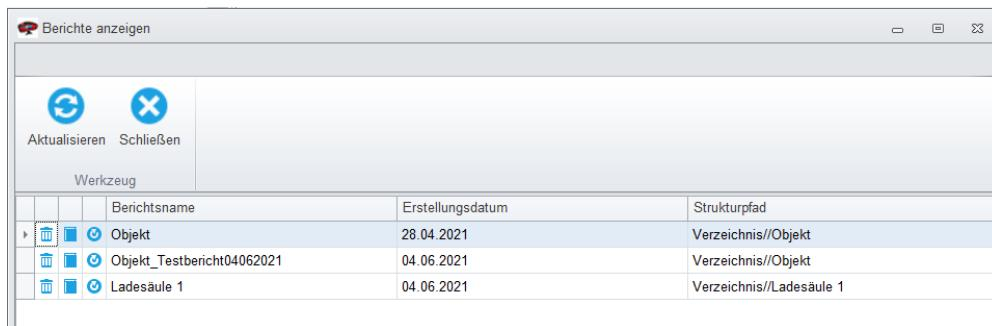

Abbildung 10.1: Fenster "Berichte verwalten"
-   : Ein Klick auf das Symbol öffnet die Liste der vorhandenen Berichte (**Abbildung 10.1**) zur Verwaltung. Jeder Bericht kann zur Bearbeitung geöffnet, gelöscht oder neu erstellt werden (1):